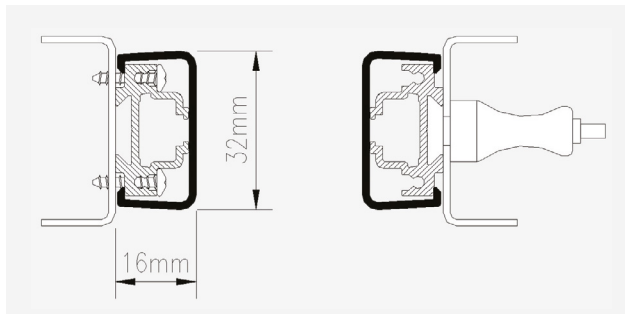

图3: E32在门边缘/门立柱上，左侧安装用自攻螺钉，右侧用螺栓
1. 使用提供的自攻螺钉或螺栓（图3）将探测器安装在门边缘/门立柱上